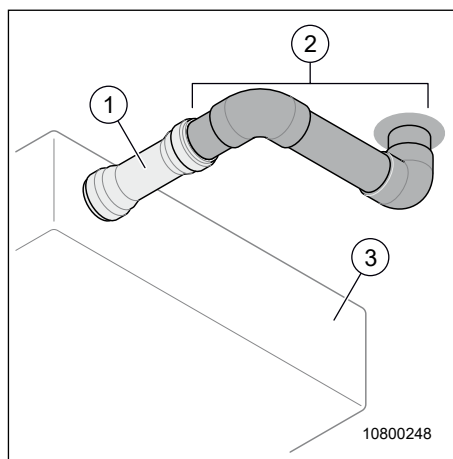

Fig. 65 Siphon avec obturateur
Le siphon avec obturateur (Fig. 65, pos. 1) se trouve sous le véhicule sur le réservoir des eaux usées (Fig. 65, pos. 3).
→ S'il faut nettoyer le siphon avec obturateur (Fig. 65, pos. 1) et la tuyauterie (Fig. 65, pos. 2), adressez-vous à un partenaire de service.